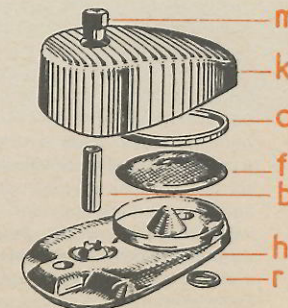

Fig. 9
Schoonmaken van de luchtfilter Fig. 9
Om te controleren, of de kleplichter goed is afgesteld, demonteer men eerst het luchtfilterhuis (zie fig. 9), daarna drukke men de gashandel geheel naar het stuur toe. Het klepje moet dan ongeveer 1,5 mm naar binnen gaan. Wanneer de klep niet ver genoeg naar binnen gaat, moet men eerst de veer (A) uit de gleuf van het klepje (B) nemen en daarna het klepje naar rechts draaien totdat de juiste afstelling is bereikt.